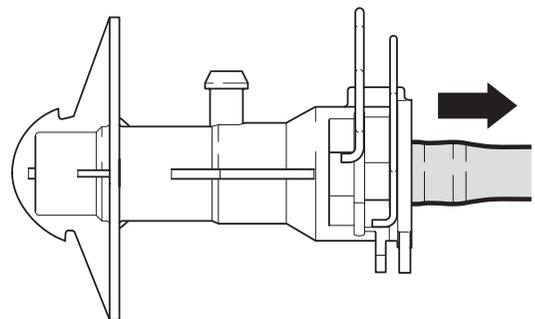

Fig. 6: O orifício de purga está aberto com a conexão hidráulica removida e os cliques abertos
3. Extrair a tubagem hidráulica até ao primeiro limite (fig. 6)